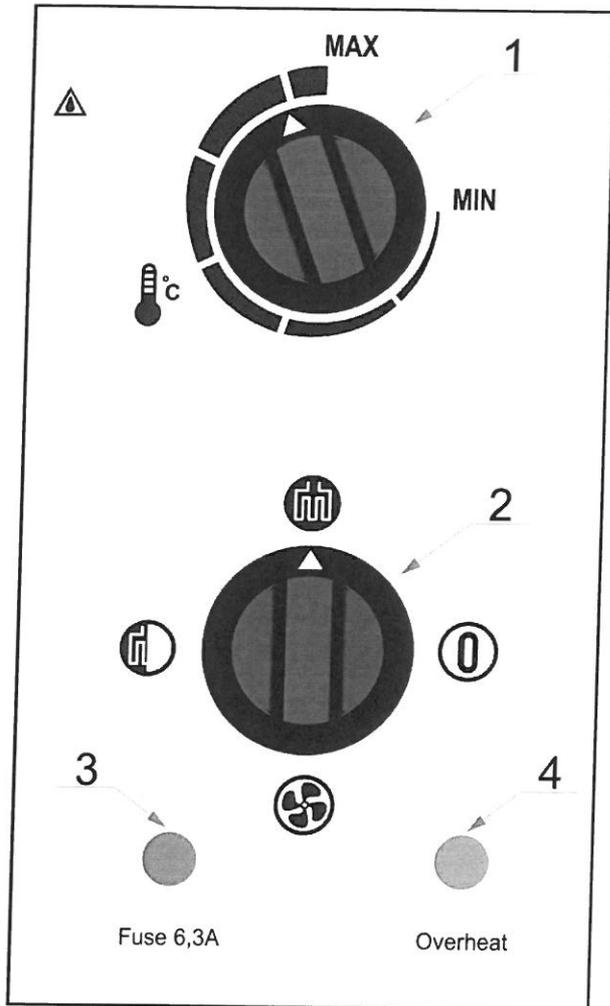

Fig.2 Kontrolpanel elementer beskrivelse.
Tænd for enheden, og start varmeren ved at justere funktionsomskifteren (nr. 2 fig. 2) til den ønskede position:  opvarmning af 9kW eller  opvarmning af 18kW eller  blæsertilstand (A, B eller C Fig. 5) Rumvarmeren er udstyret med en justerbar termostat. Den nødvendige temperatur indstilles ved hjælp af justeringsknappen (nr. 1 fig. 2). hvorefter varmeapparatet kører automatisk.
- Kontrollér sikringen (pos.3 Fig. 2). Brug kun en sikring på 6,3A til at udskifte sikringen.
- I tilfælde af overophedning lyser indikatoren for overophedning (pos. 4, fig. 2). Overophedningsbeskyttelsen skal nulstilles manuelt ved at trykke på reset - knappen (pos. 5, fig.1), når maskinen er kølet ned i ca. 10 minutter. Hvis dette ikke afhjælper problemet, skal du kontakte en sælger for at få support.